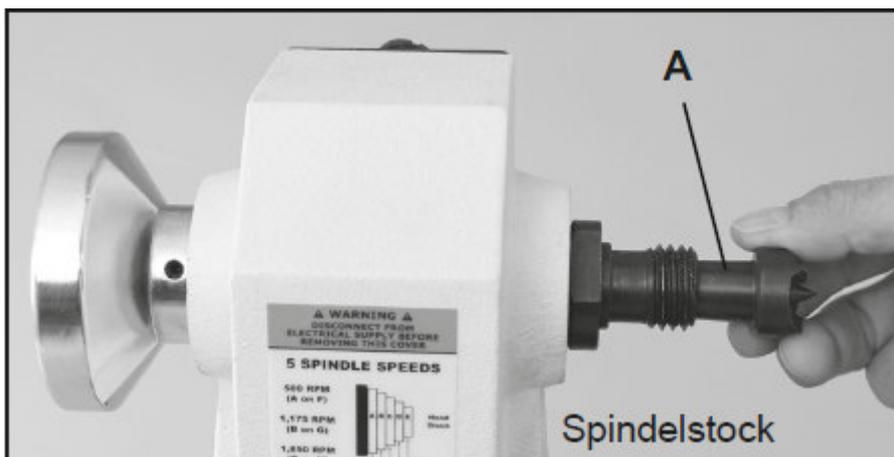

Abb. 6-5: Montage der Zentrierspitze am Spindelstock
1. Setzen Sie die Zentrierspitze in den Spindelstocks ein. Die Zentrierspitze (Pos. A, Abb. 6-5) besitzt einen Morsekegelschaft, der genau mit dem Innenkegel des Spindelstocks übereinstimmt, um einen sicheren und festen Sitz zu gewährleisten.